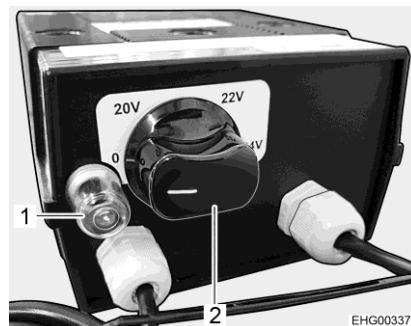

Fig. 119 Régulateur du chauffage électrique du plancher
- Tourner le bouton tournant (Fig. 119,2) sur la température souhaitée.
- Tourner le bouton tournant (Fig. 119,2) sur la position "0".
Quand le régulateur est surchargé, la protection contre les surcharges se déclenche. La goupille (Fig. 119,1) sort de son logement.
- Enfoncer la goupille (Fig. 119,1) de la protection contre les surcharges, une fois que le régulateur est refroidi.